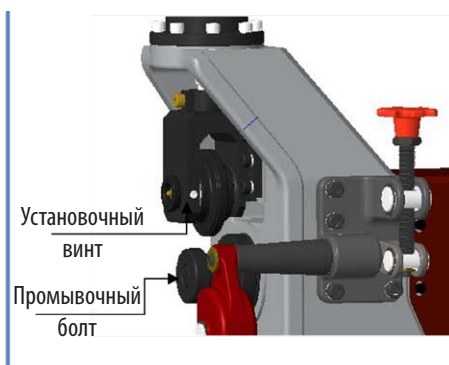

рис. 4
2. Снимите ролик с канавками. Ослабьте установочный винт на боковом блоке с помощью шестигранного ключа на 5 мм. Крепко возьмитесь за канавочный ролик и вытащите канавочный вал из бокового блока. *См. рисунок 4.*